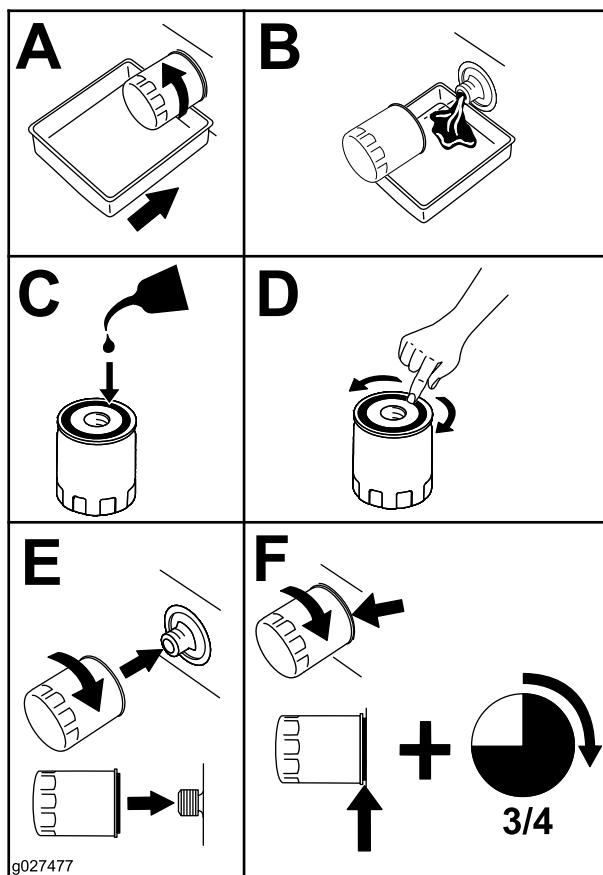

Figura 51
5. Sustituya el filtro de aceite del motor (Figura 51).